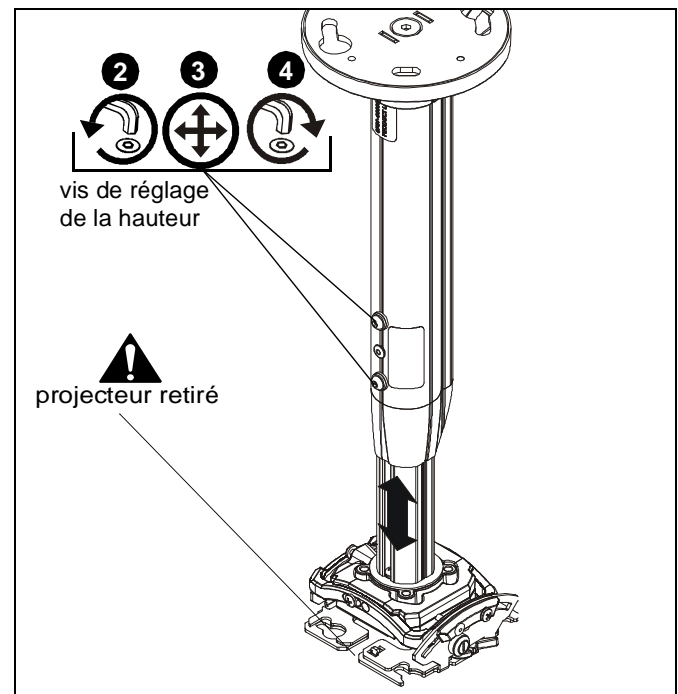

Figure 26
2. Desserrez la vis de réglage de la hauteur. (Voir la Figure 26)
3. Tout en supportant le poids du système de montage pour projecteur, réglez-le à la hauteur voulue. (Voir la Figure 26)
4. Resserrez la vis de réglage de la hauteur. (Voir la Figure 26)